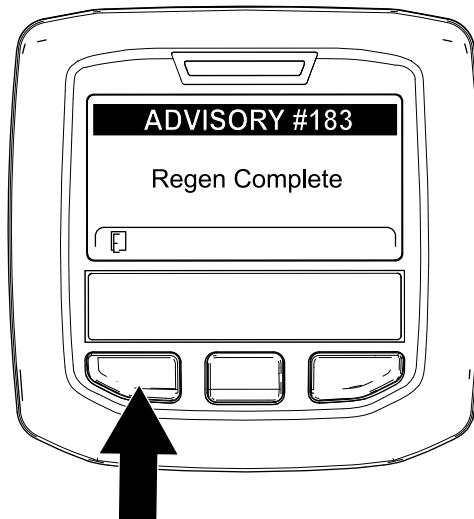

Figura 50
9. Cuando el ordenador del motor finaliza una regeneración con la máquina aparcada o una regeneración de recuperación, el InfoCenter muestra ADVISORY #183 (Aviso n.º 183) (Figura 50). Pulse el botón de la izquierda para salir a la pantalla de inicio.
Nota: Si la regeneración no se realiza correctamente, el InfoCenter muestra Advisory #184 (Aviso n.º 184) (Figura 50). Pulse el botón de la izquierda para salir a la pantalla de inicio.